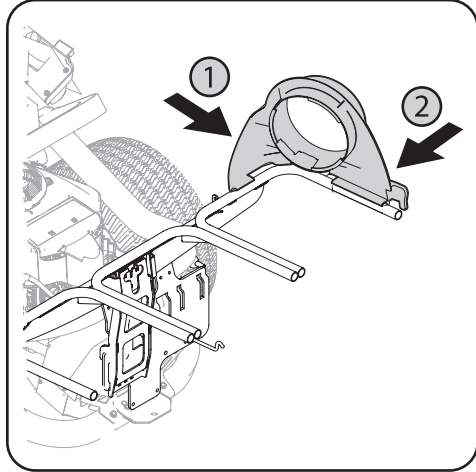

Figure 4-18
6. Ouvrez le couvercle en enfonçant l'onglet d'arrière droite de l'ensacheuse avec votre main droite (1) et soulevez le couvercle en plaçant votre main gauche au centre, à l'arrière du couvercle de l'ensacheuse (2), comme illustré au point, comme illustré à la Figure 4-18.